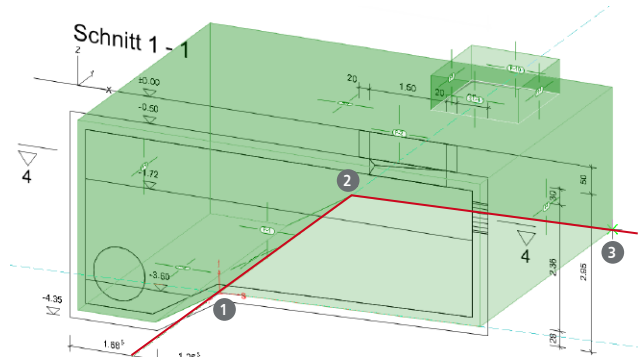

Bild 7. Ebene über drei Punkte im Raum erzeugen
- Erzeugen der Arbeitsebene durch die Option „Ebene 3 Punkte“. Im Anschluss werden drei Punkte (Bild 7, 1 - 3) im Modell markiert, über die die Ebene erzeugt werden soll.